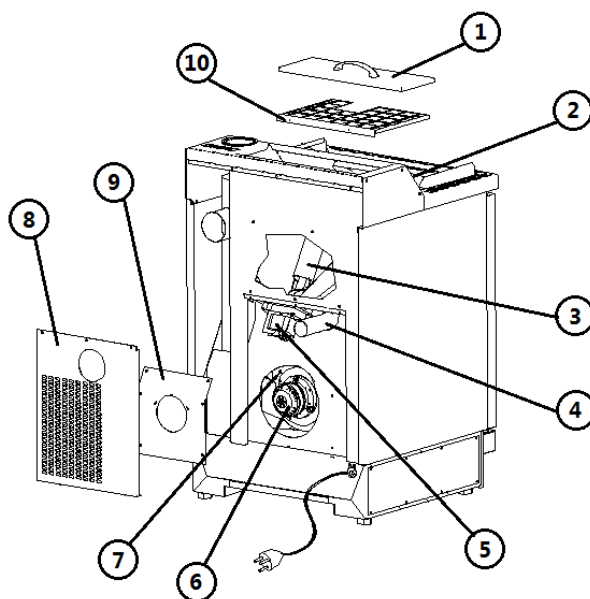

Fig. 38 - Vue arrière
LÉGENDE Fig. 38 à page 68
- Dévisser les 3 vis du panneau de contrôle + les 6 vis du carter aspirateur (voir **Fig. 38 à page 68**).